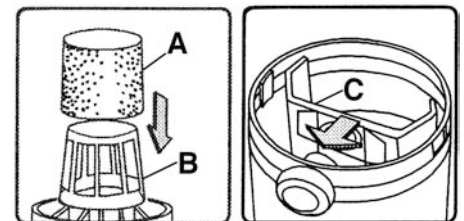

FIGURE 6
**Quand vous aspirez des matériaux secs**, pour assurer une filtration adéquate, le filtre en mousse devrait être utilisé pour aspirer des matériaux rudes faibles en poussières. Le filtre réutilisable devrait être utilisé ensemble avec le filtre en mousse pour aspirer des matériaux rudes et poussières. Placez le couvercle/moteur assemblé en envers, glissez le filtre en mousse (A) Fig.6 par dessus la cage (B). Ensuite glissez le filtre réutilisable pas dessus le filtre en mousse. Maintenant le sac de poussière (C) doit être installé au bec intérieur dans la cuve. Placez le sac de poussière par dessus le bec intérieur, faite attention de ne pas endommager le sac de poussière pendant l'installation.
**Quand vous aspirez des matériaux humides**, pour assurer une filtration adéquate, le filtre en mousse doit être installé. Placez le couvercle/moteur assemblé en envers, glissez le filtre en mousse (A) Fig.6 par dessus la cage (B). Réinstallez le couvercle/moteur assemblé sur la cuve et fixez-le en place avec les deux verrous du couvercle.